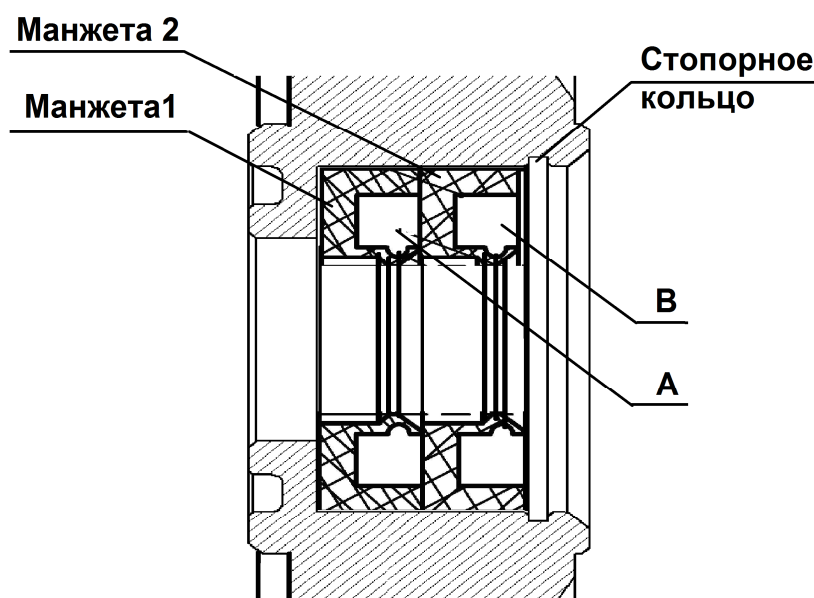

Рис. 18. Схема установки манжет.
7. Установку манжет произведите согласно рис. 18 в следующем порядке: